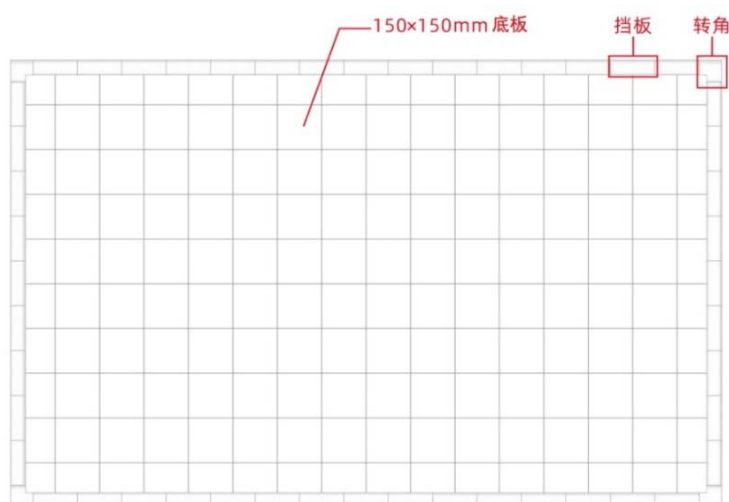

图 3 拼接式赛台
2.1.2 为提高参赛选手的应变能力，正式比赛场地会有随机性变化。赛台外边长 2400mm～3000mm、宽 1500mm～2100mm，以赛前公布的尺寸为准。图 3 是一个 2400mm×1500mm 拼接赛台的实例。